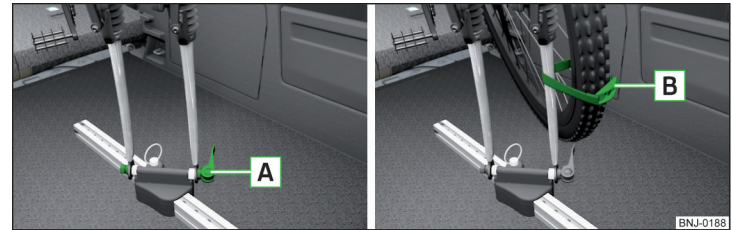

Abb. 125 Vordergabel des Fahrrads in den Träger einsetzen / Befestigungsbeispiel des Vorderrads
- Den Schnellspanner **A** » Abb. 125 am Träger lösen und entsprechend der Fahrradgabelbreite einstellen.
- › Das Vorderrad mit dem Gurt **[B]** an der Vordergabel » **Abb. 125** oder am Fahrradrahmen befestigen.